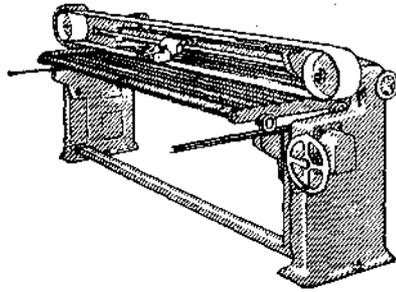

Fig. 90 — Lixadeira de fita sem fim.
*Lixadeira.* — Das lixadeiras mecânicas mencionaremos a de fita sem fim (Fig. 90) e cilíndrica; a de disco horizontal e vertical, e, finalmente, a radial de braço articulado, com disco rotativo.